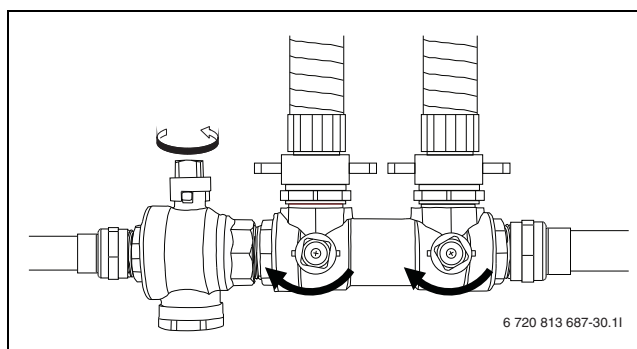

Рис. 17 Заполняющие устройства в положении повышения давления
- После выпуска воздуха создайте в контуре давление. Установите краны заполняющего устройства в положение повышения давления и создайте давление в контуре от 2,5 до 3 бар (→ рис. 17).